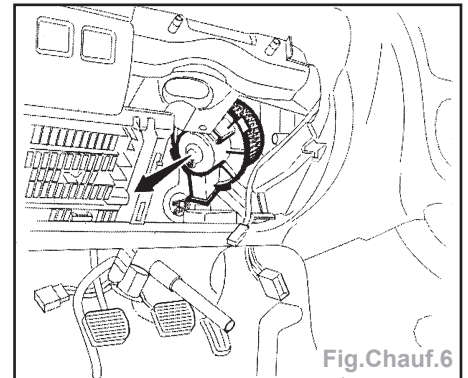

Fig.Chauf.6
- Tirer sur le pulseur pour le dégager du climatiseur (Fig.Chauf.6).